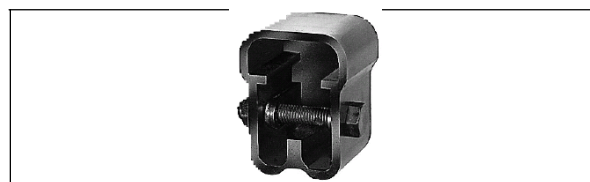

Рис. 10. Концевая заглушка
13. Концевая заглушка (рис. 10)